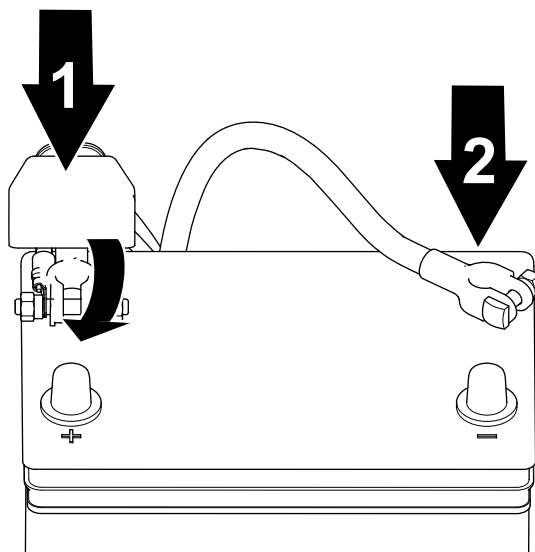

Figure 88
1. Branchez le câble positif à la batterie et serrez l'écrou de collier de la batterie (Figure 88).
2. Branchez le câble négatif à la batterie et serrez l'écrou de collier de la batterie (Figure 88).